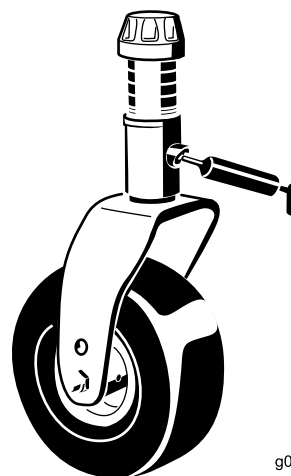

Figura 21
Albero delle ruote orientabili (2) (Figura 21)